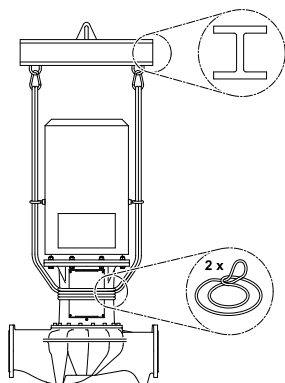

Fig. 32: Postavljanje omče za dizanje tereta (Izvedba IL)
- Za dizanje dizalicom pumpu treba obuhvatiti prikladnim remenom kako je prikazano u (Fig. 32/33). Pumpu postavite u omče koje se zatežu zbog vlastite težine pumpe.